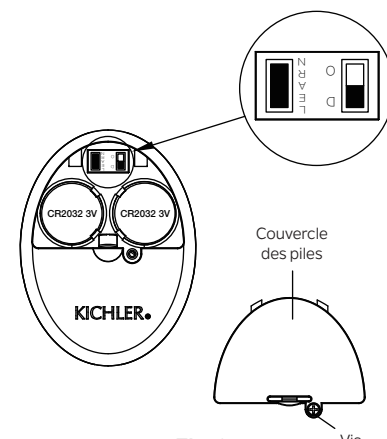

Fig. 27
Cela confirme que le processus d'apprentissage est terminé. Cette opération doit être effectuée dans les 30 secondes suivant la remise sous tension du ventilateur. (Fig. 27)
REMARQUE : Assurez-vous que l'interrupteur à glissière dans le compartiment à piles marqué « DO » est en position « D ». (Fig. 27)
Étape 4. Remettez le couvercle de la pile et serrez avec un tournevis. (Fig. 27)